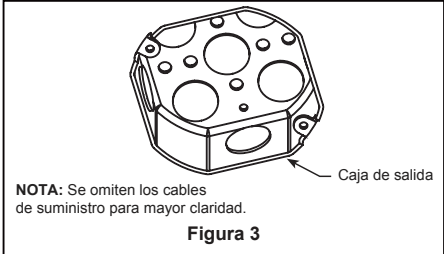

Figura 3
Uso del soporte (Figura 3)
- ☐ 1. Ajuste bien la caja de conexiones del techo apta para soporte de ventilador en la estructura armada. La caja de conexiones no se suministra con el ventilador. (Figura 3)